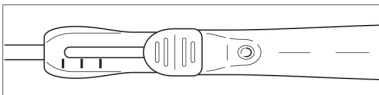

Abbildung 12: Griffmarkierungen für 8 mm langen Ballon
- c. Bei Gebrauch des 8 mm langen Ballons kann ein mehrfaches Aufblasen erforderlich sein, um das gewünschte Ergebnis zu erzielen. Die Schiebevorrichtung des Ballons nach jedem Aufblasen teilweise mit den 5-mm-Griff-Referenzmarkierungen zurückziehen, um die Behandlung in der gesamten Länge sicherzustellen. Siehe Abbildung 12.